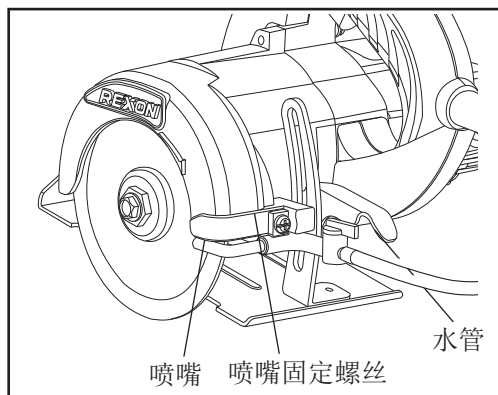
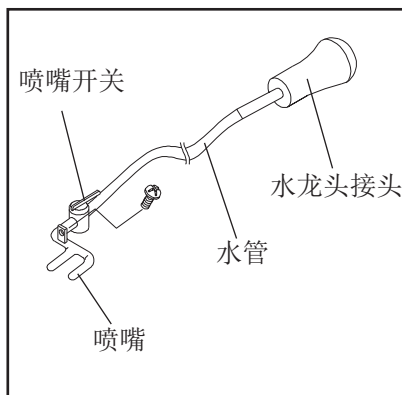

图 4
图 5
水管组立(图4，图5)
1. 将喷嘴组件固定于如图4所示的位置。